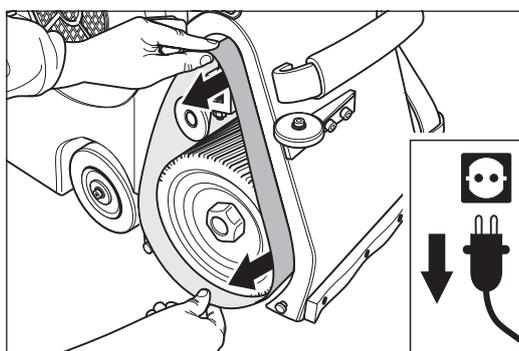

Fig. 27 Retirada de la cinta de lijado de los rodillos.
- 5 Desmonte la cinta abrasiva (Fig. 27).